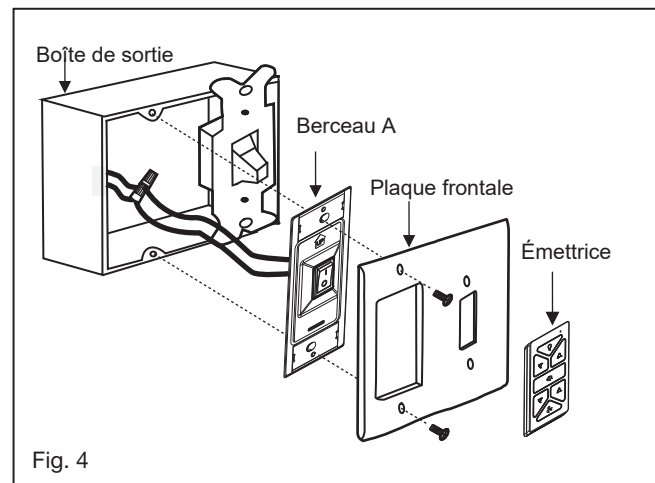

Fig. 4
- 8 Placez l'ensemble boule de suspension/tige de suspension dans la douille du support de montage. (Fig.4)
- 2 Connectez les fils noirs du commutateur dans le berceau A aux fils noirs dans le boîtier de commutation. Fil d'entrée chaud vers l'un des fils du commutateur du socle. Le fil d'alimentation du ventilateur est connecté au fil de l'interrupteur restant. (Fig. 4)